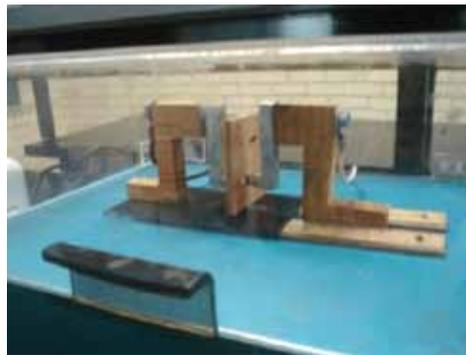

Figura 3.9 Ruptura de rigidez dieléctrica de diferentes materiales
- i) Con ayuda del dispositivo de la figura 3.9 y de acuerdo a la tabla 3.5 introduzca las muestras de dieléctrico (una a la vez) juntando los electrodos de tal manera que la muestra quede fija entre ellos; incremente con lentitud la diferencia de potencial y determine el voltaje de ruptura correspondiente, concentre sus mediciones en la misma.